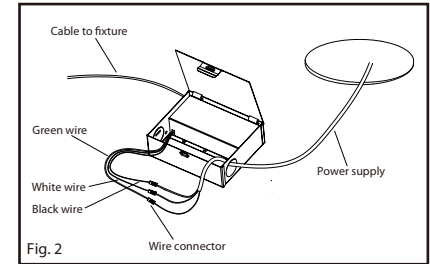

Fig. 2
2. Open the hardwire box swing cover and remove the appropriate knockout, insert the electrical supply cable through the knockout. Use the wirenuts to connect the white wire from the supply wire with the white wire of the junction box. Match the black wire from the supply wire with the black wire of the junction box. Match the copper wire from the supply wire and with the green wire of the junction box. (Fig. 2)
2. Ouvrez le couvercle pivotant de la boîte câblée et retirez le trou approprié, insérez le câble d'alimentation électrique à travers le trou. Utiliser les marettes pour jumeler le fil blanc du secteur avec le fil blanc de la boîte de jonction. Jumeler le fil noir du secteur avec le fil noir de la boîte de jonction. Jumeler le fil de cuivre du secteur avec le fil vert de la boîte de jonction. (Fig. 2)